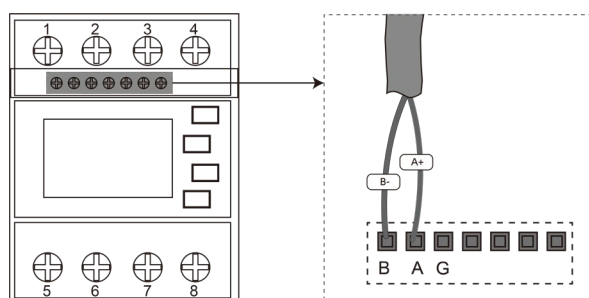

Abb. 41. RS485-Kabel für Anschluss an Smart-Meter
1. Isolieren Sie das andere Ende des Netzkabels ab und Befestigen Sie den Kupferdraht an der entsprechenden Klemme am Smart-Meter. [ PH0 0,7 Nm]. (siehe Abb. 41).